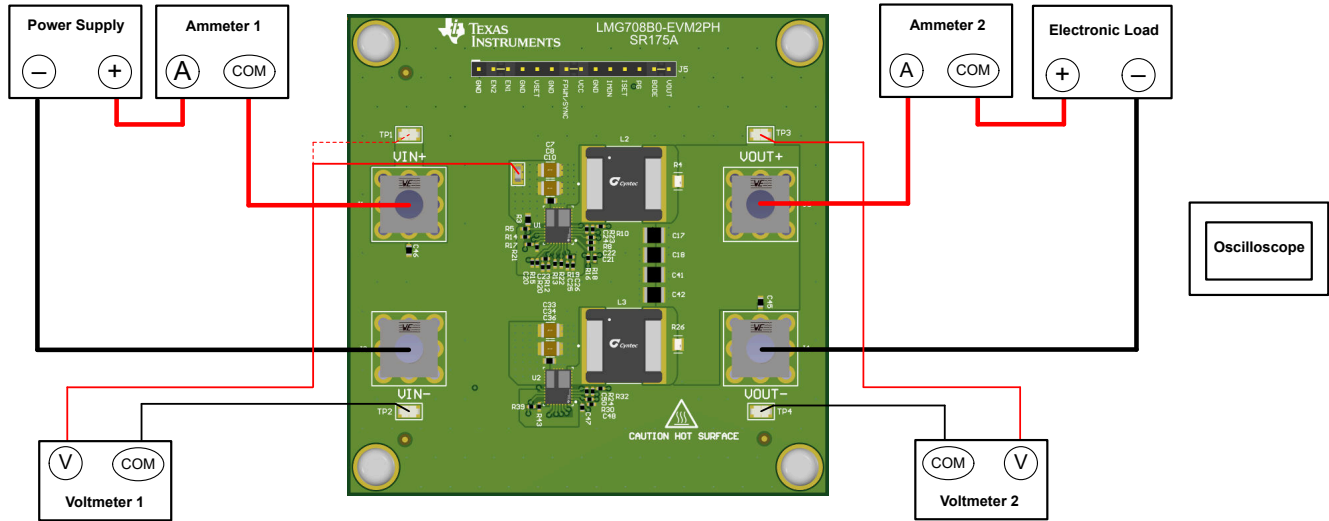

图 2-1. EVM 测试设置
参考表 2-1 中描述的 EVM 接头，使用图 2-1 中推荐的测试装置评估 LMG708B0-EVM2PH。在提供 ESD 保护的工作站上工作时，请确保在处理 EVM 之前已连接所有腕带、靴带或垫子以使用户接地。
- 在连接直流输入源之前，将输入电源的电流限值设置为最大 0.1A。确认输入源最初设置为 0V 并连接到 VIN+ 和 VIN - 连接点，如图 2-1 所示。TI 建议使用一个额外的大容量输入电容器，以在使用长输入线路时提供阻尼。